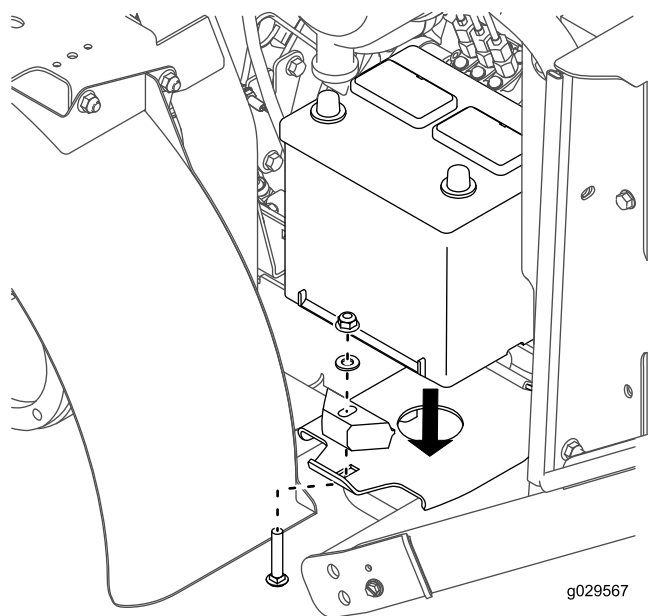

図10
8. バッテリーを、バッテリー台に仮止めする 先ほど外したキャリッジボルト、バッテリー押さえ、ワッシャ、ナットを使用する図10。